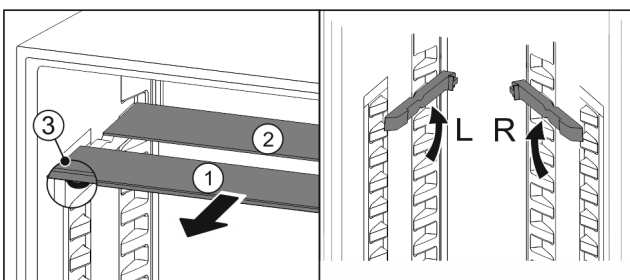

Fig. 187
- ▶ Glasplatten einzeln nach vorne herausziehen Fig. 187 (1).
- ▶ Glasplatte Fig. 187 (1) mit Zierleiste liegt vorne.
- ▶ Stopps Fig. 187 (3) zeigen nach unten.